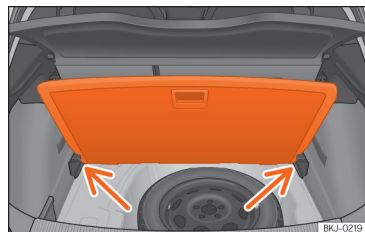

Abb. 139 Variabler Gepäckraumboden: geneigte Stellung.
- Legen Sie den Gepäckraumboden auf die dafür vorgesehenen Aufnahmen »» (Abb. 139) (Pfeile).